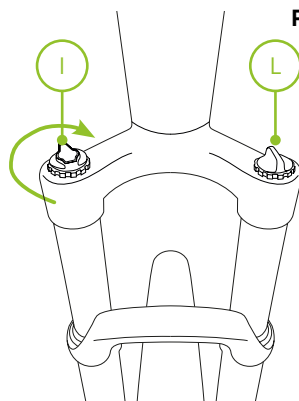

FIG. 7
- variare la rigidità della forcella ruotando il manettino di precarico (Rif. I - Fig. 7). Ruotare in senso orario per irrigidire la forcella e viceversa;
- regolare la compressione idraulica, trasformando la sospensione da ammortizzata a rigida. Ruotare il manettino blu (Rif. L - Fig. 7).